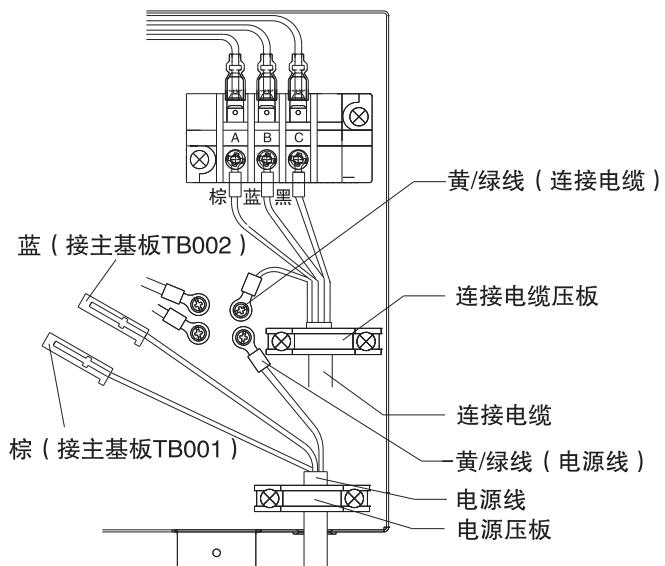
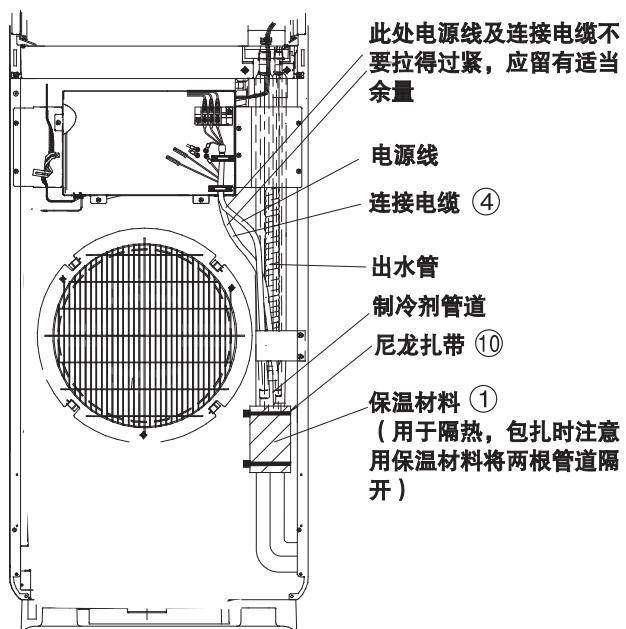

图 18
图 19
(2) 按图18、图19所示进行接线。
- (3) 必须将黄/绿芯线接至带有“”标志的端子上。
(4) 将电源线、连接电缆用电线压板压紧，以防止接线端子受力后脱落。
(5) 将附件①保温材料，用附件⑩尼龙扎带，按图19要求扎在制冷剂管道上。
(6) 室内电源必须安装带漏电保护的空气开关。